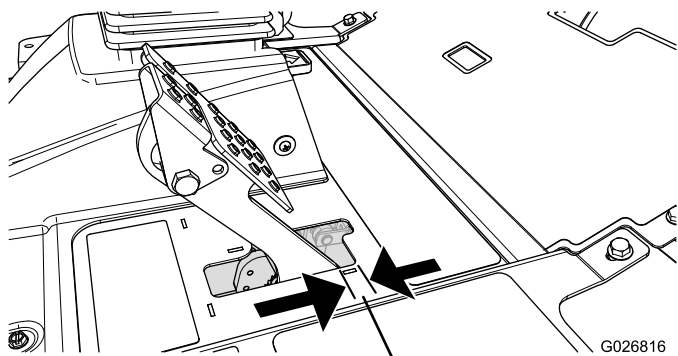

Bild 65
Stellen Sie die Bremsen ein, wenn das Bremspedal mehr als 2,5 cm Spiel hat, oder wenn die Bremsen nicht mehr gut genug greifen (Bild 65). Als Spiel gilt die Entfernung, die das Bremspedal zurücklegt, bevor ein Bremswiderstand spürbar ist.
2. Ziehen Sie die hintere Mutter an, um den Zug nach hinten zu bewegen, bis die Bremspedale ein Spiel zwischen 6 mm bis 13 mm aufweisen, bevor die Radsperre auftritt (Bild 65).